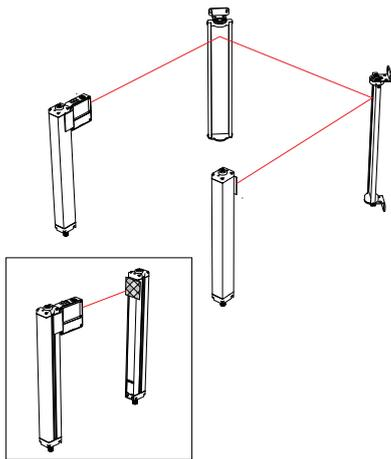

Figura 20. Allineamento ottico con il LAT-1-SGS
**Nota:** Il dispositivo laser di allineamento LAT-1-SGS è molto utile in quanto genera un punto rosso visibile lungo l'asse ottico. Per ulteriori informazioni, vedere Figura 20 (pagina 37) e la Nota applicativa di sicurezza Banner SA104 (codice 57477).